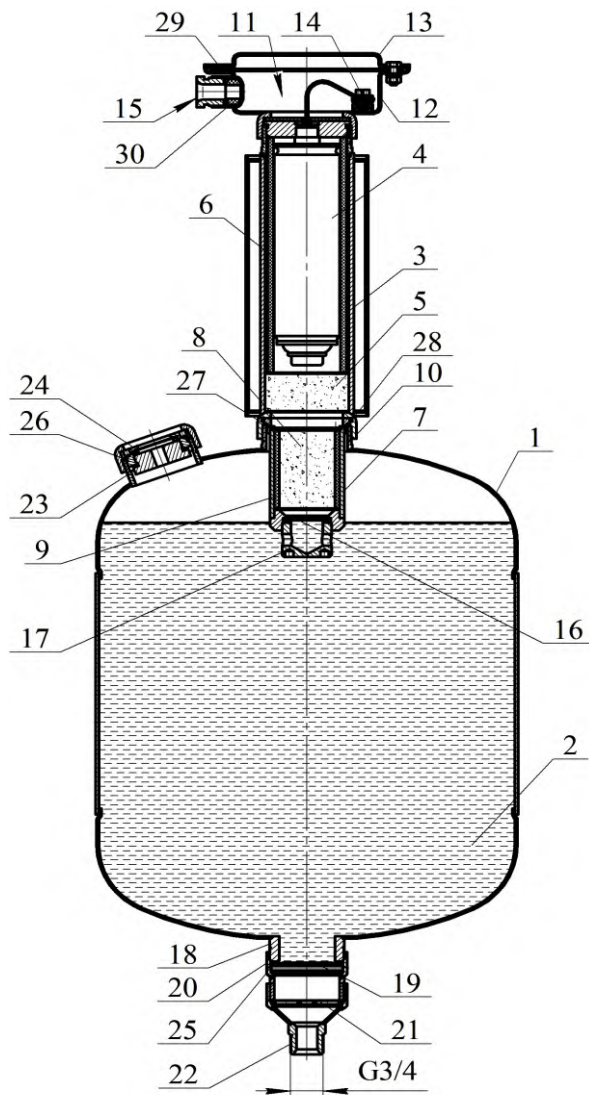

Рисунок 1
1.4.1.1 МУПТВ (см. рисунок 1) состоит из корпуса 1, заправленного ОТВ 2, газогенерирующего устройства 3 и мембранного рабочего узла, смонтированного в нижней части модуля. В корпусе газогенерирующего устройства установлены ИХГ 4 с элементом электропусковым и фильтр-охладитель 5, содержащий пористый искрогасящий материал. В зазоре между ИХГ 4 и корпусом газогенерирующего устройства 3 расположена втулка 6 из теплозащитного материала. За газогенерирующим устройством 3 расположен корпус 7 с фильтром-охладителем 8 из пористого искрогасящего материала. Между фильтром-охладителем 8 и корпусом 7 установлена втулка 9 из теплозащитного материала. Корпус 7 с фильтром-охладителем 8 закреплен на горловине корпуса 1 гайкой 10 газогенерирующего устройства 3. Соединительные провода элемента электропускового ИХГ 4 выведены в коробку 11 через герметизированный узел, обеспечивающий требуемую (не ниже IP67) степень защиты от внешних воздействий. Коробка 11 состоит из фланца 12 газогенерирующего устройства 3 и крышки 13. Наружные концы проводов элемента электропускового ИХГ 4 при хранении и транспортировании замкнуты путем их соединения в зажиме контактном винтовом 14, установленном в коробке 11 со степенью защиты от внешних воздействий IP65. Технология соединения проводов элемента электропускового с пусковым кабелем в зажиме контактном винтовом 14 описана в разделе 2.1 настоящего паспорта. Электрические зазоры и пути утечки между неизолированными токоведущими частями (контактных зажимов и
Залить в отверстие верхней горловины **23** (см. рисунок 1) воду (питьевую либо дистиллированную) (температура воды должна быть плюс $(15...25)^{\circ}\text{C}$) объемом $26,2^{+0,4}$ дм³. Открыть упаковки с жидкими добавками к воде и залить их в отверстие верхней горловины **23**.
2.1.6.3 Полученный раствор ОТВ залить в отверстие верхней горловины **23** (см. рисунок 1). Для окончательного приготовления ОТВ открыть упаковки с жидкими добавками к воде и залить их в отверстие верхней горловины **23**.
2.1.9 Соединить штуцер **13** (см. рисунок 1) с трубной разводкой.